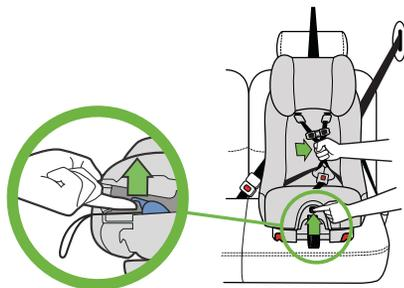

Figura 32
- Levante la lengüeta de ajuste del arnés y al mismo tiempo tire hacia fuera de las correas del arnés de los hombros hasta que se detengan, como se muestra en la **figura 32**.